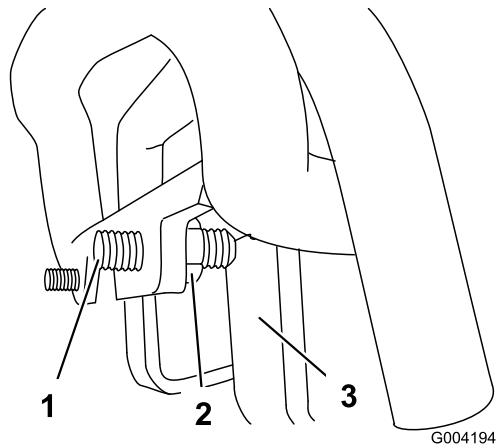

Bild 54
3. Falls die Zugmaschine nach **links** zieht, lockern Sie die **rechte** Klemmmutter und stellen Sie die Spurweiten-Stellschrauben vorne am Fahrantreib ein (Bild 54).
4. Falls die Zugmaschine nach **rechts** zieht, lockern Sie die **linke** Klemmmutter und stellen Sie die Spurweiten-Stellschrauben vorne am Fahrantreib ein (Bild 54).